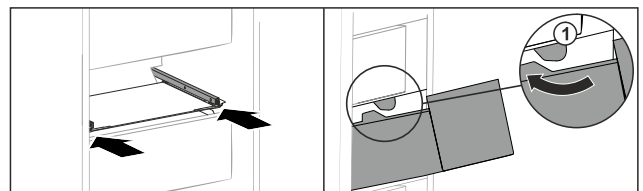

Fig. 155
- ▶ Guider le tiroir en contournant les butées Fig. 155 (1).